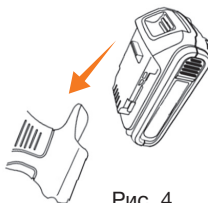

Рис. 4
- Установите аккумуляторную батарею в разъем рукоятки изделия до щелчка (Рис. 4).